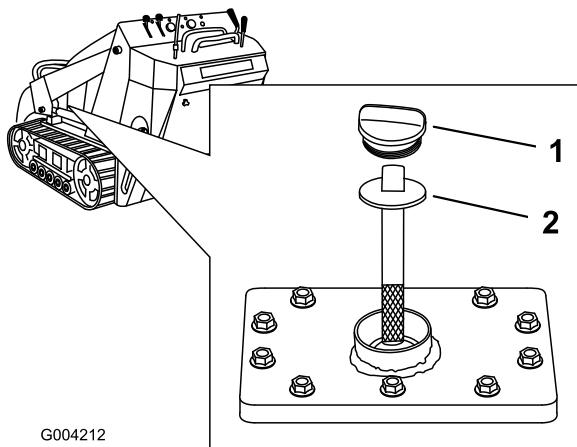

Figura 52
5. Retire el tapón y la varilla del depósito hidráulico (Figura 52).